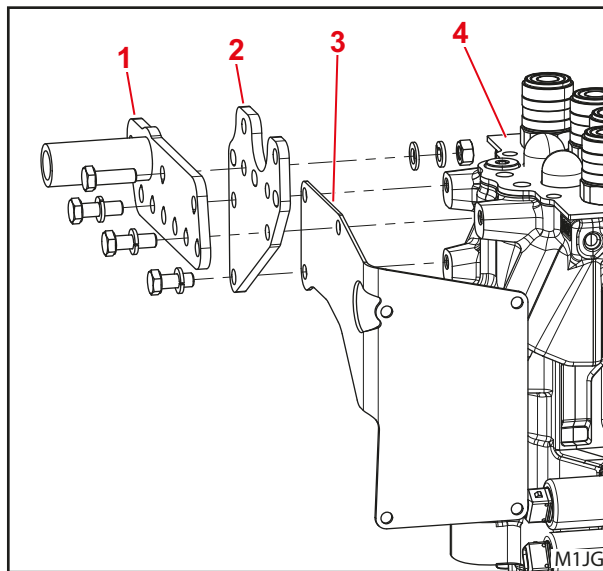

Fig. 4 Posibilidad alternativa de fijación
- La válvula proporcional también puede montarse desplazada hacia arriba en el soporte de la pieza de montaje derecha (véase Fig. 4).